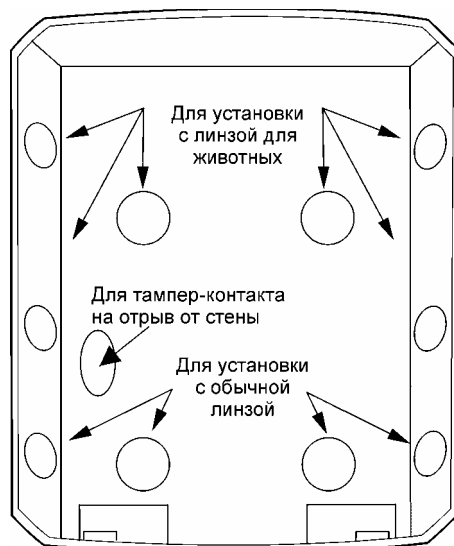

Рис. 5. ОТВЕРСТИЯ МОНТАЖНОЙ ПЛАСТИНЫ ИЗВЕЩАТЕЛЯ.
- 2) В зависимости от варианта установки сделайте необходимые отверстия в соответствующих местах монтажной пластины извещателя (см. Рис.5).